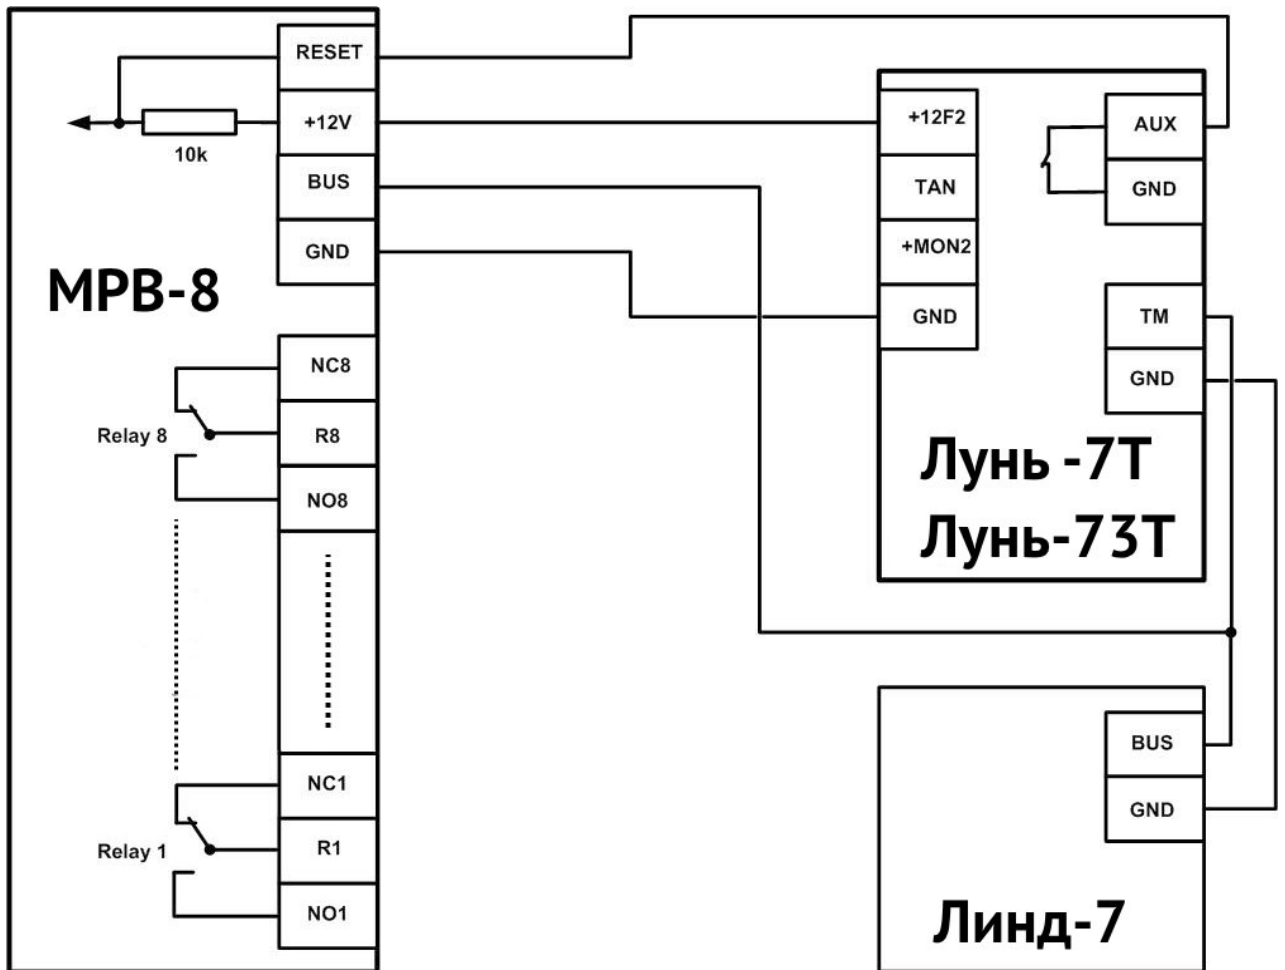

Рисунок 15. Схема подключения модуля MPB-8
**К ППК может быть подключен только один модуль «MPB-8». Подключение осуществляется к клемме ТМ экранированной витой парой – см. рисунок 15.**